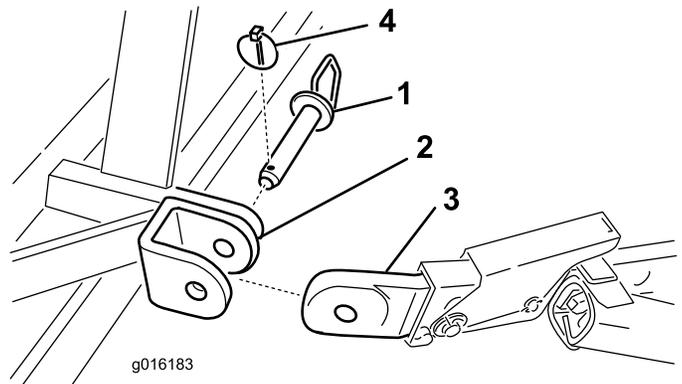

Figura 4
5. Sujete los brazos de enganche inferiores a los soportes de montaje del aireador con pasadores de enganche y pasadores de seguridad (Figura 4).